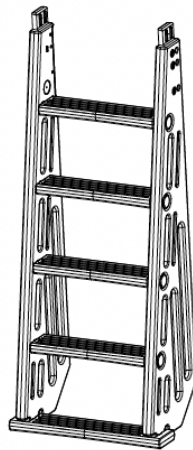

Figure 7
06. La méthode d'installation des six premières marches du montant intérieur est la même que celle du montant extérieur. Référez-vous à la Figure 7 pour l'apparence après installation.